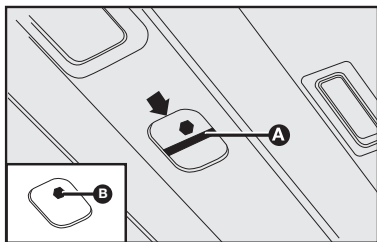

fig. 87
**1** - remover a tampa de proteção localizada no revestimento interno, entre os dois tetos, fazendo pressão com uma chave de fenda no ponto indicado pela seta **fig. 87**;
**2** - retirar a chave em “Z” **A-fig. 87**, pressionando-a para cima;
**3** - utilizar a chave introduzindo-a na sede sextavada **B-fig. 87** e girar: